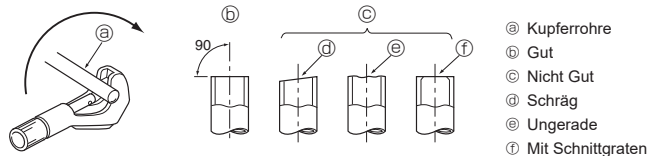

Fig. 5-2
5.3.1. Abschneiden des Rohres (Fig. 5-2)